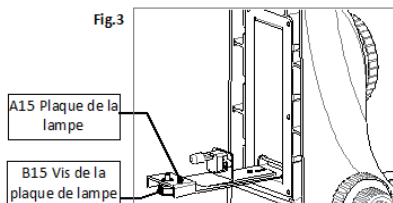

Fig.3
1. Accédez à la base du microscope, desserrez la vis B15 et retirez le porte-lampe (Fig. 3).